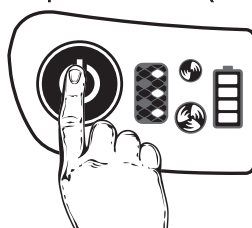

fig.11b
- Wissel de luchtstroom door kort op de knop te drukken (zie fig. 11b).